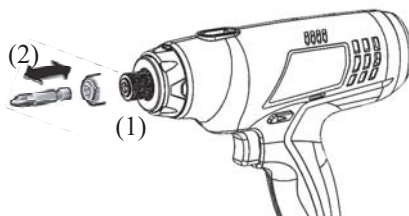

Figure 8
1. Retirez le manchon comme sur la Figure 8 (1)
2. Insérez le foret dans l'hexagone. tige comme Figure 8 (2), relâchez le manchon pour fixer le foret.